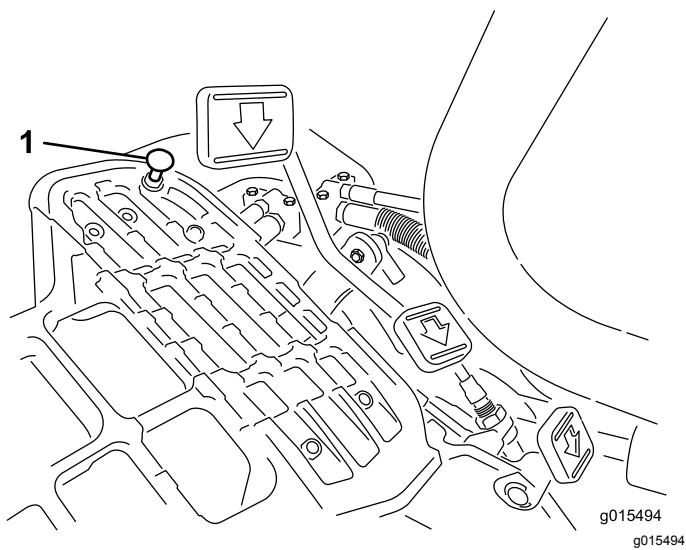

図 50
走行ペダルを踏み込んでみてください。ケーブルに張力が掛かる前にペダルがストップ 図 50 に当たる場合には調整が必要です。
1. ペダルストップをフロアプレートに固定しているフランジヘッドロックナットをゆるめる図 50。